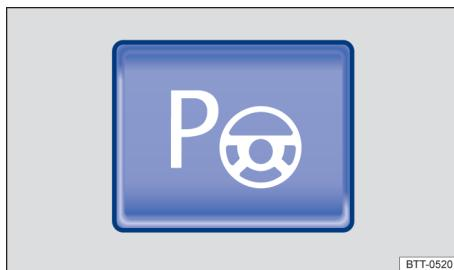
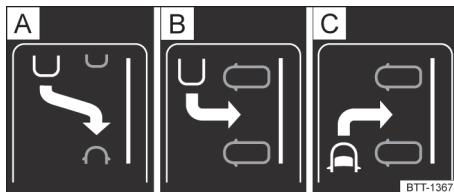

Fig. 130 No console central: botão para ligar o assistente de direção para estacionamento.
Fig. 131 No display do instrumento combinado: modos para entrar na vaga de estacionamento.
- Pressionar o botão → Fig. 130. A luz de controle se acende em amarelo e a função de estacionar está ativa.
Quando uma vaga de estacionamento foi encontrada, um modo de estacionamento é indicado → Fig. 131.
Para poder escolher entre várias vagas de estacionamento indicadas sequencialmente, pressionar o botão → Fig. 130.
ga transversalmente em marcha para frente" → Fig. 131 [C] pressionando o botão → Fig. 130. Se o assistente de direção para estacionamento procura por uma vaga no lado oposto da pista, acionar a lanterna dos indicadores de direção para o lado correspondente.